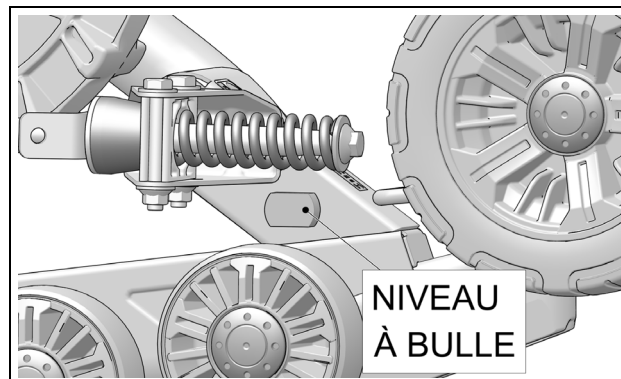

Figure 4
- Un niveau à bulle est fixé à l'intérieur des cadres avant. La bulle doit être parfaitement centrée pour ajuster le système de traction au bon angle d'attaque. Voir la Figure 4.